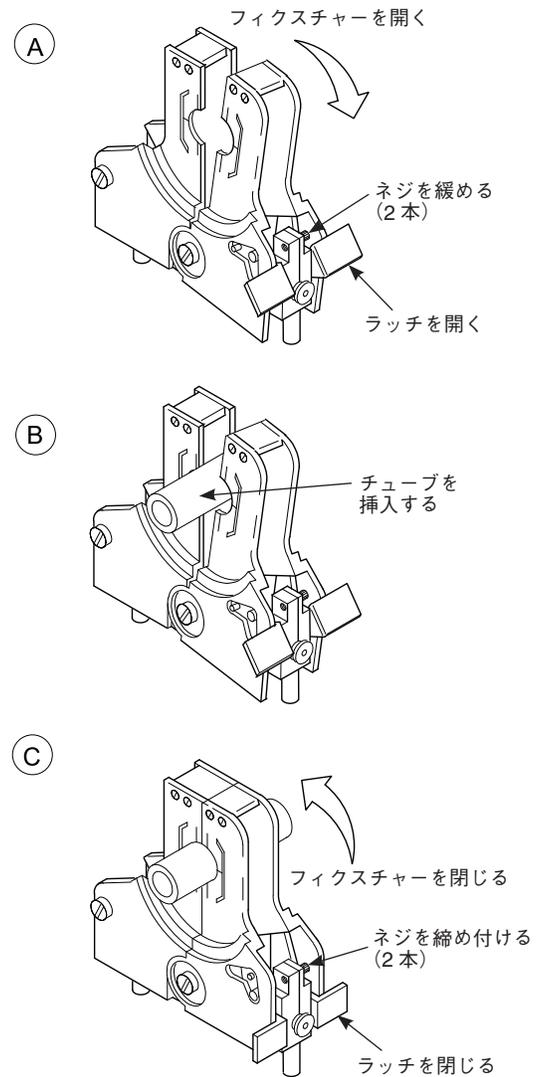

図 18: マイクロ・ウェルド・ヘッド・フィクスチャー (シリーズ 8) のチューブの位置合わせを行う
1. マイクロ・フィクスチャー・ツールを使用し、ラッチを開状態にしてフィクスチャーを開きます [図 18 (A)]。
2. 2本の位置合わせ用ネジを緩めます [図 18 (A)]。
3. チューブを挿入します [図 18 (B)]。
4. フィクスチャーおよびラッチを閉じ、チューブの位置合わせを行います [図 18 (C)]。
5. 2本の位置合わせ用ネジを締め付けます [図 18 (C)]。